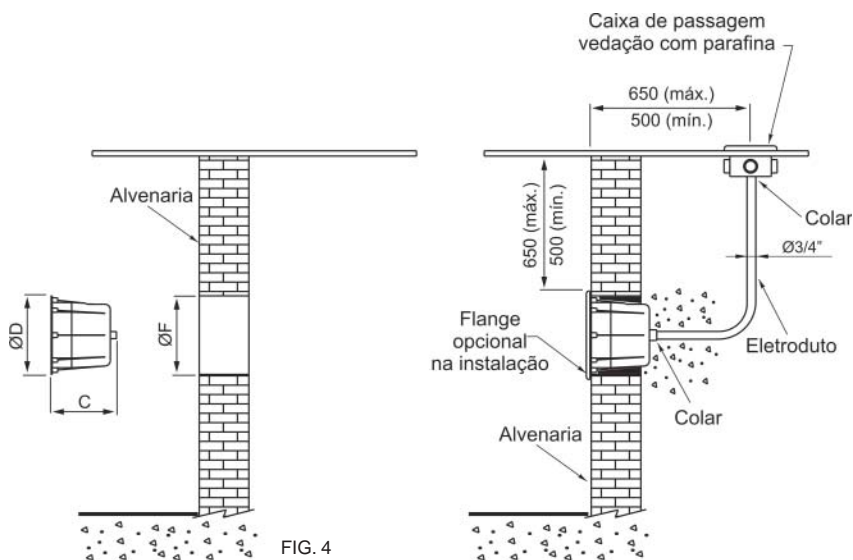

FIG. 4
- Eletroduto (PVC) “plástico liso” cujo modelo deve estabelecer as medidas especificadas na (figs. 4,5 e 6)
1º Passo – Instale o nicho na parede da piscina, chumbando-o conforme as dimensões especificadas na fig. 4. A fixação da flange é opcional, podendo a mesma ser excluída no momento da instalação, fig. 4A.